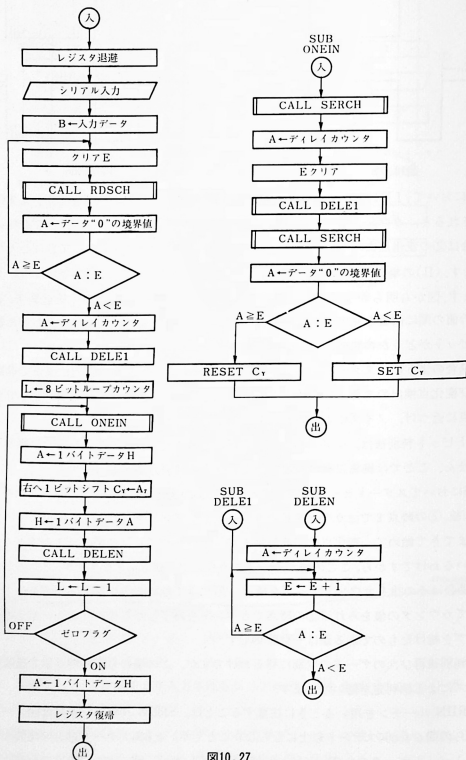

図10.27
(4) フローチャート 図10.27にフローチャートを示します。